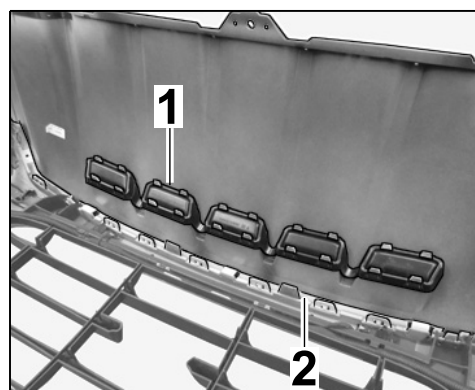

Рис. 12
- 6.5 Вставить накладку ⇒ *Рис. 12 -1-* в передний спойлер ⇒ *Рис. 12 -2-*.